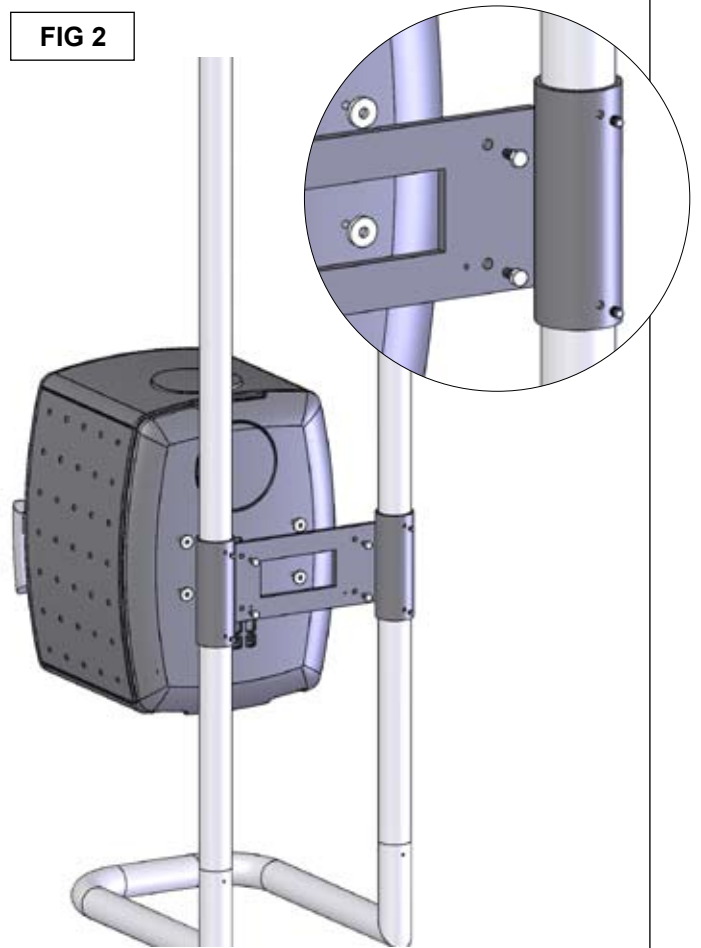

FIG 3 Rails 190
- FIG 3 Rails 190: Skru rørene fast til veggen med skruer og plugg tilpasset veggmaterialet. Bruk vater.
- FIG 3 Rails 190: Skru rørene fast til væggen med skruer og plugs tilpasset vægmaterialet. Brug vaterpas.
- FIG 3 Rails 190: Fasten the rails to the wall with screws and plugs that are right for the wall material. Use a spirit level.
- FIG 3 Rails 190: Attachez les rails au mur avec des vis et les prises qui sont justes pour le matériel du mur. Utilisez un niveau à bulle.
- FIG 3 Rails 190: Fissare le barre alla parete usando viti e tasselli ad espansione adatti al materiale della parete. Usare una livella.
- FIG 3 Laufschielen 115: Bringen Sie die Zierdeckel an.
- FIG 3 Laufschielen 190: Montieren Sie die Laufschielen an die Wand. Verwenden Sie dafür Schrauben und Dübel passend für Ihre Wand. Kontrollieren Sie mit der Wasserwaage.